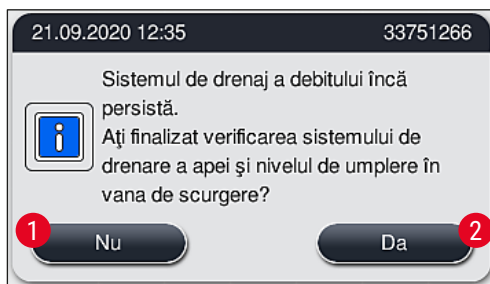

Fig. 124
- După 5 minute și după ce s-au efectuat alte încercări de curățare, dar blocajul persistă, un mesaj (→ "Fig. 124") de pe ecran anunța utilizatorul că nivelul apei este încă prea ridicat. Apăsând **Nu** (→ "Fig. 124-1"), utilizatorul poate prelungi timpul de așteptare cu încă 5 minute pentru a efectua alte încercări de curățare. Dacă încercările ulterioare de curățare din acest al doilea interval reușesc, situația este rezolvată așa cum este descris la punctul 1. Dacă este necesar un timp suplimentar pentru măsurile de curățare, apăsați din nou **Nu** (→ "Fig. 124-1"). Intervalul poate fi repetat de mai multe ori. Dacă blocajul nu a putut fi eliberat în ciuda tuturor încercărilor de curățare, apăsați **Da** (→ "Fig. 124-2") pentru a porni un proces de avort controlat, consultați următoarele secțiuni 3 și 4.